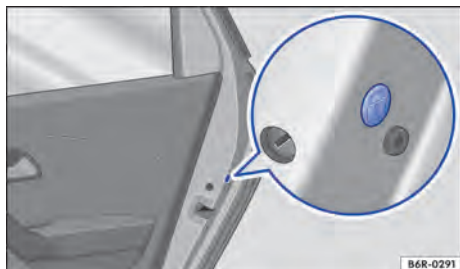

Fig. 56 En la puerta trasera: cierre de emergencia, cubierto por una junta de goma.
- Retirar el burlete de goma  en la lateral de la puerta → fig. 56.